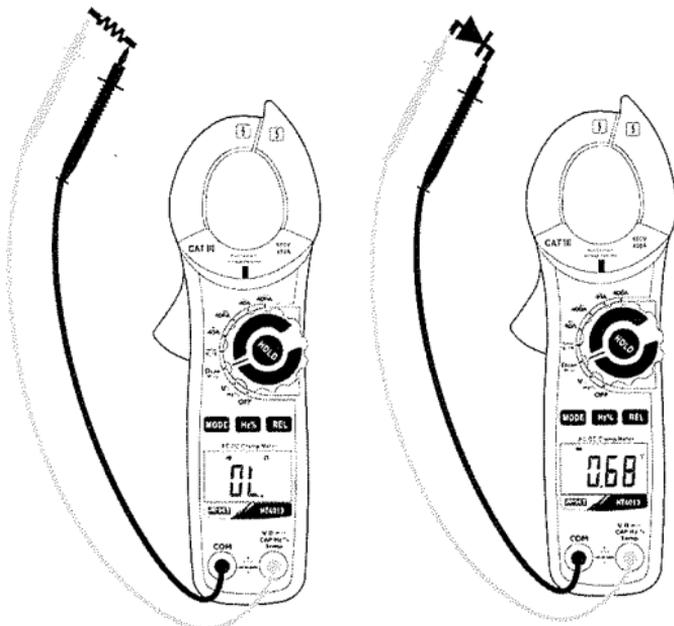

Abb. 7: Verwendung der Zange für Durchgangstest und Dioden-Test
3. Verbinden Sie die rote Messleitung mit der **VΩCAPHz%Temp** Eingangsbuchse, und die schwarze Messleitung mit der **COM** Eingangsbuchse und führen Sie den Durchgangstest des zu messenden Objekts durch (siehe Abb. 7 – linke Seite). Der Summer ertönt, wenn der Wert des gemessenen Widerstands niedriger als 30 ist. Ω
5. Verbinden Sie die rote Messleitung mit der Anode und die schwarze Messleitung mit der Kathode der Diode bei der Messung von direkter Polarisierung (siehe Abb. 7 – rechte Seite). Bei der Messung von umgekehrter Polarisierung wechseln Sie die Messleitungen aus.